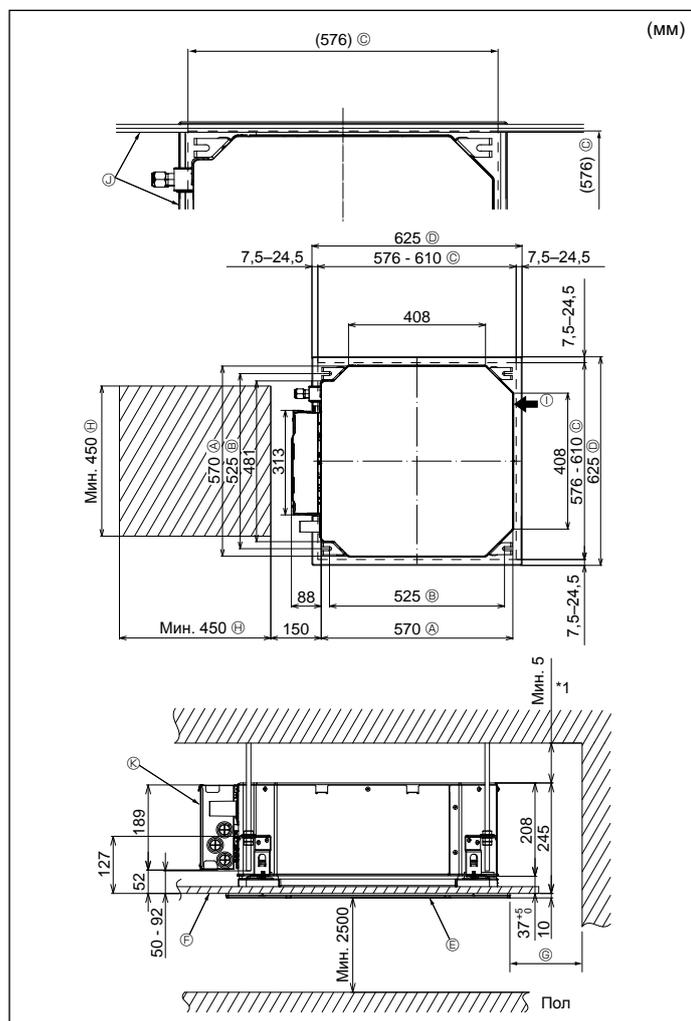

Fig. 4-2
①	Монтажный разметочный инструмент	1
②	Шайбы (с изоляцией) Шайбы (без изоляции)	4 4
③	Покрывание трубы (для соединения трубопровода хладагента) Небольшой диаметр (для жидкости) Большой диаметр (для газа)	1 1
④	Лента (большая) Лента (средняя) Лента (маленькая)	6 2 2
⑤	Дренажное гнездо	1
⑥	Изоляция	1
4.2. Местоположения отверстий в потолке и подвешивающего болта (Fig. 4-2)